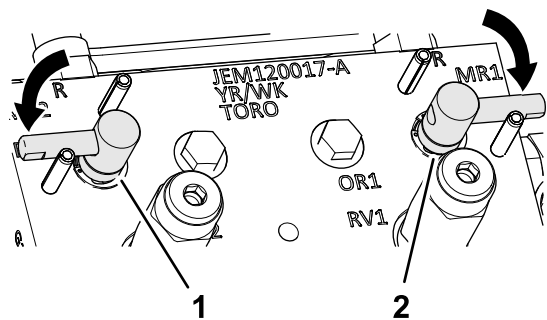

Рисунок 106
3. Установите рычаги заточки обратным вращением в положение F (скашивание) (Рисунок 106).